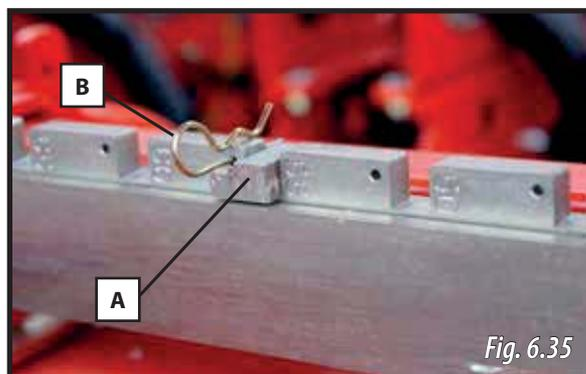

Fig. 6.35
Pour régler l'écartement des extrémités, agissez sur les butées d'ouverture des mâts (A, Fig. 6.35).
- 1- Retirez la goupille (B, Fig. 6.35).